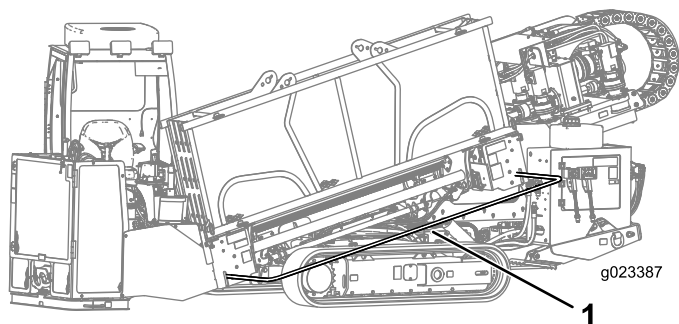

Рисунок 70
4. Опустите штангу для защиты пешеходов и закрепите ее на месте (Рисунок 70).